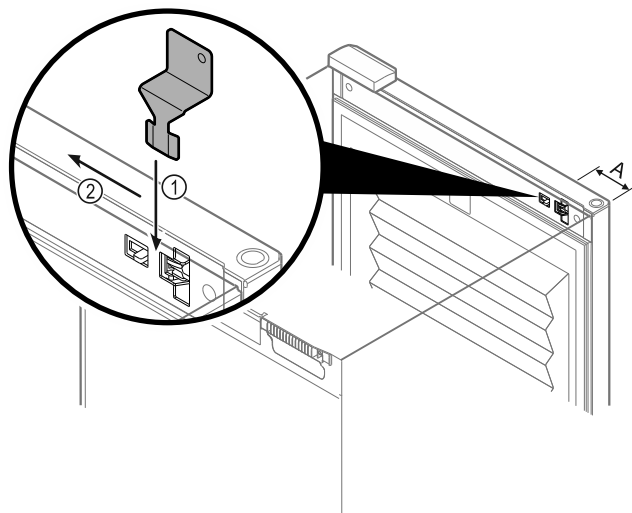

Fig. 138
- Τοποθετήστε το κλειδί έκτακτης ανάγκης στο προβλεπόμενο σημείο Fig. 138 (A) \approx 100mm.
- Τοποθετήστε το κλειδί έκτακτης ανάγκης ανάμεσα στην πόρτα και στο σώμα της συσκευής από επάνω μέχρι να τερματίσει Fig. 138 (1).
- Τραβήξτε το κλειδί έκτακτης ανάγκης προς την πλευρά των μεντεσέδων Fig. 138 (2).